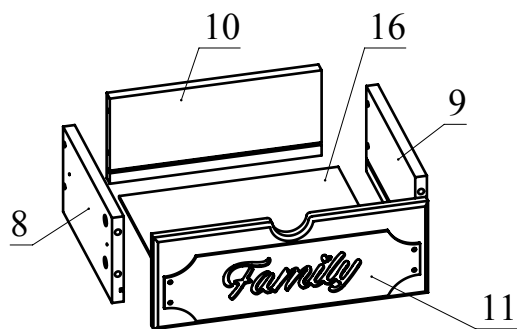
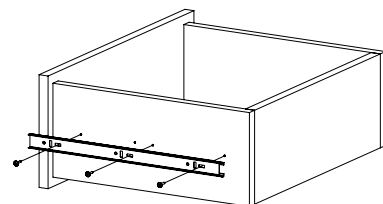

Рис.10
Рис.11
10. Соберите ящик. Для этого соедините детали 8 и 9 с деталью 10 при помощи конфирматов. Вставьте дно ящика 16 из ДВП в пазы деталей 8, 9, 10. Соедините деталь 11 с полученной конструкцией и затяните головки минификсов (Рис. 10). Закрепите внутренние планки направляющих на деталях 8 и 9 шурупами 3,5х16 (Рис. 11).